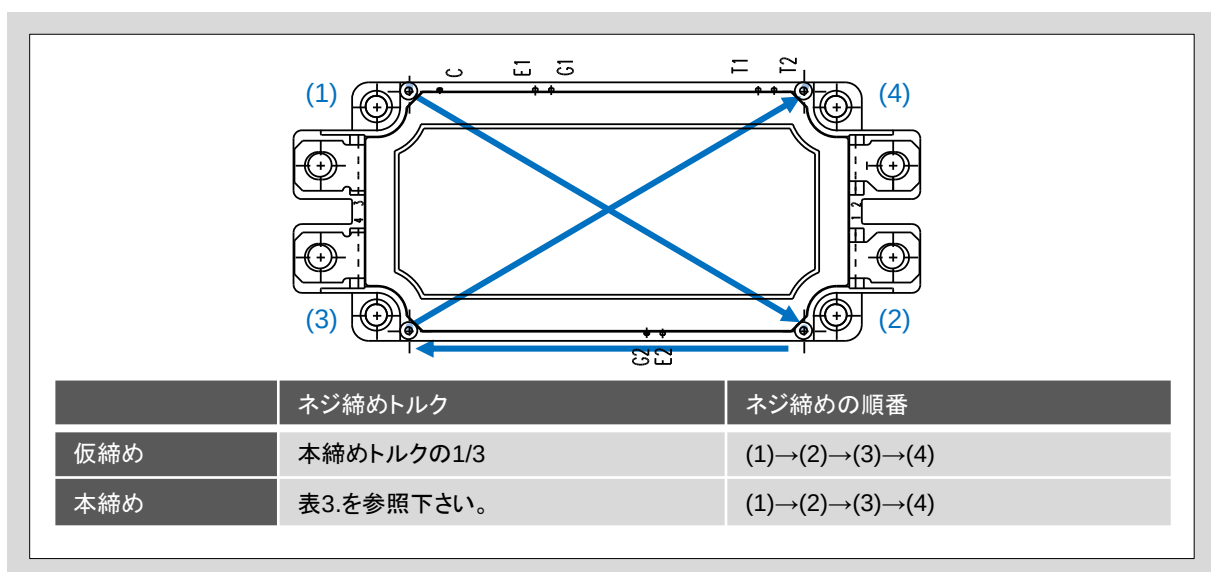

図5. ネジ締めトルク及びネジ締め順序
2. 均等の力で製品を固定するために、本締めトルクの1/3のトルクで仮締めを行います。図5に締め付け順序を示します。